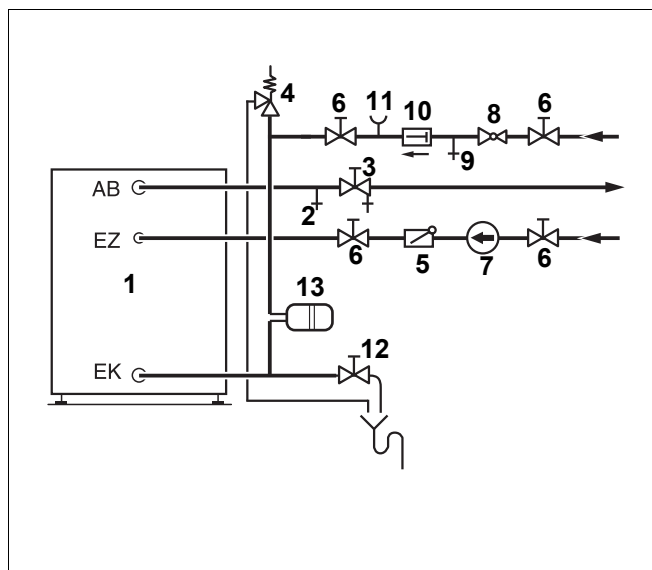

Рис. 7 Подключение контура ГВС (принципиальная схема)
Монтаж трубопроводов и установку на них арматуры (рис. 7) следует проводить с учётом действующих норм и правил.
- ▶ Установите вентиль для продувки и выпуска воздуха (рис. 7, [2]) в трубопровод горячей воды перед запорным вентилем (рис. 7, [3]).
- ▶ На предохранительном клапане (рис. 7, [4]) установите предупреждающую табличку с надписью: "Не перекрывать дренажную линию. Во время нагрева в целях безопасности может вытекать вода."